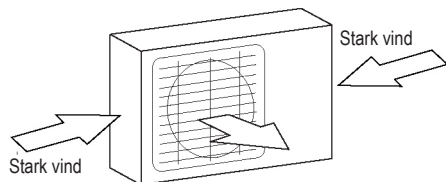

Fig. 5.1
- Om enheten används på en plats som ofta utsätts för starka vindar (till exempel vid kusten), skyddar du enheten genom att placera den mot en vägg. Om nödvändigt kan du även använda en markis. (Se fig. 5.1 och 5.2)